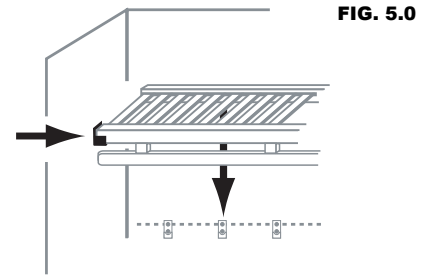

FIG. 5.0
3. Reprendre l'étape pour toutes les autres tablettes (A).
4. Placer la tablette (A) supérieure sur les crochets en L et positionner le support d'extrémité de tablette sur l'extrémité de la tablette avant près de la paroi latérale du placard (fig. 5.0).